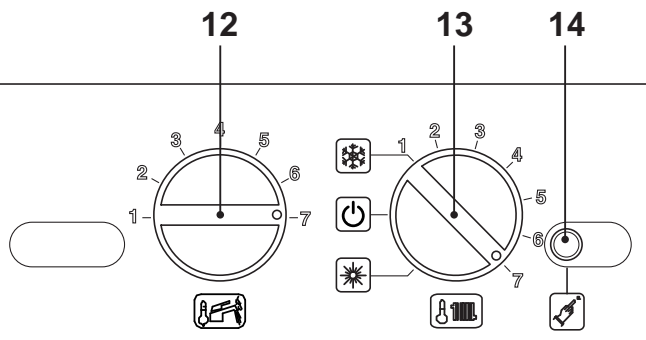

Fig. 7.8
- Ruotare il selettore 13 come in Fig. 7.8.